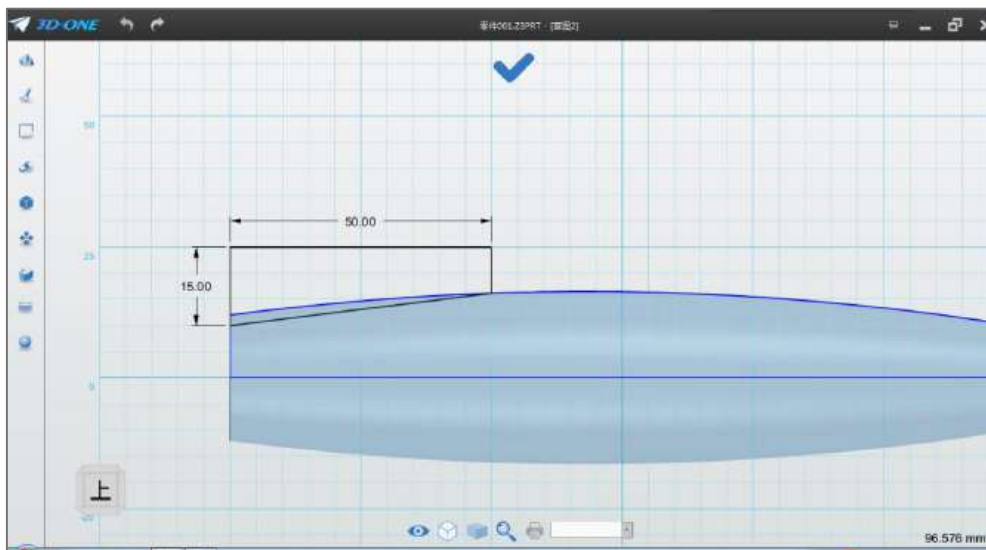

图 1-6
Step 6 切除尾部：选择直线命令 ，绘制草图平面选择网格平面，根据下图 1-6 所示的尺寸绘制出草图图形。